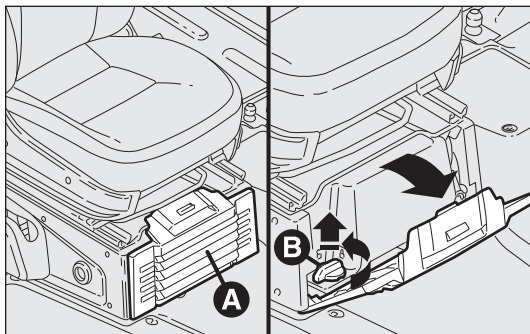
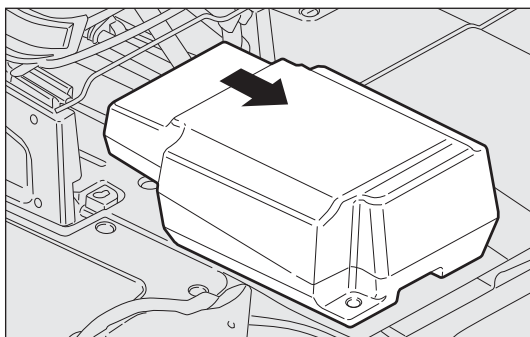

fig. 217
fig. 218
- Aprire lo sportello A ed asportarlo agendo come illustrato in fig. 217;
- ruotare in senso antiorario il pomello B di bloccaggio e asportarlo fig. 217 per permettere la fuoriuscita del cassetto fig. 218;